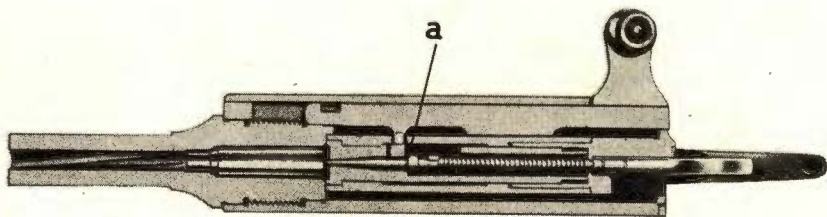

Figure 23
8. Jeu entre la bouterolle du verrou et le percuteur. (Dispositif de percussion désarmé) (voir figure 23).